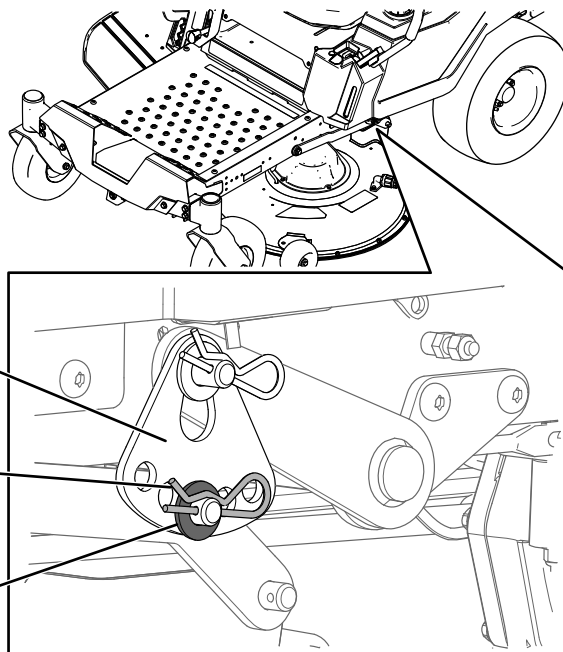

Figura 67
6. Retire la chaveta y la arandela del pasador inferior del brazo de elevación (Figura 67).